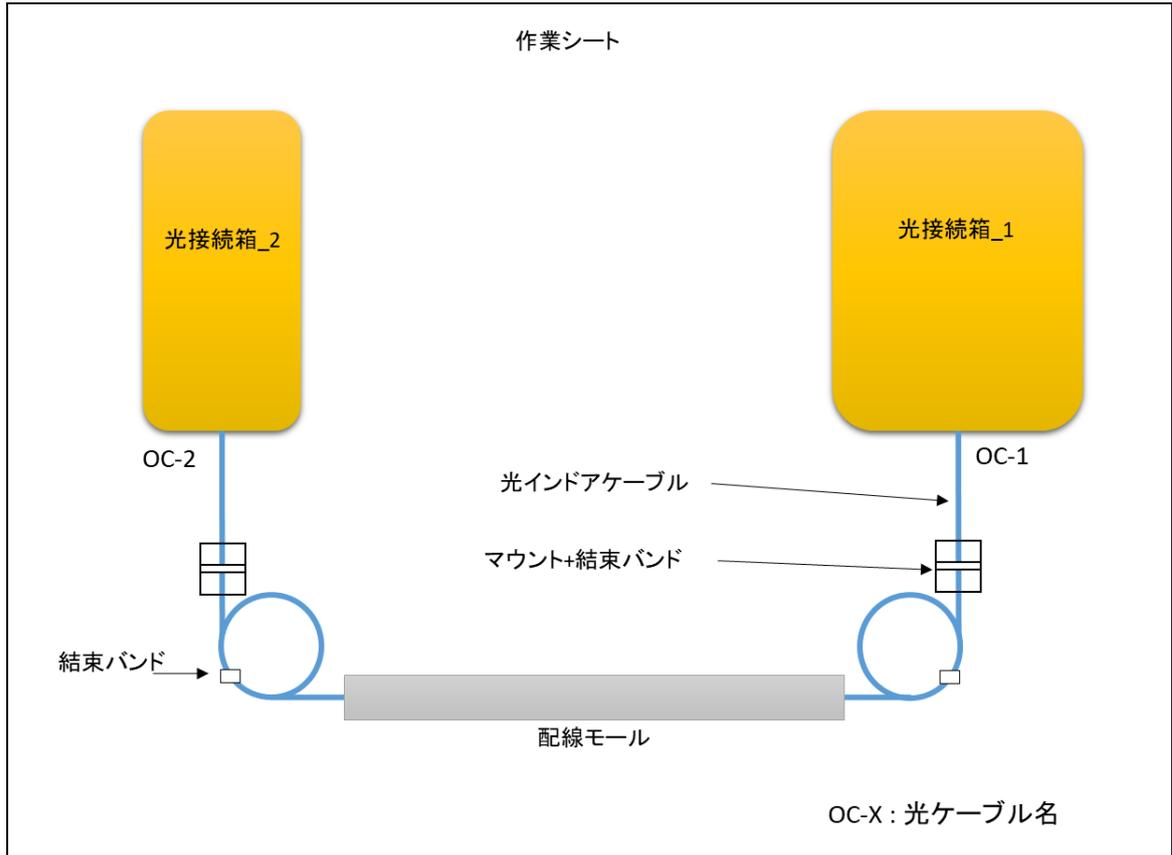

図1 配置図
- ・ 各ケーブルの両端及び光接続箱に識別ラベルを取り付ける。ラベルは、図1に記載のケーブル名及び光接続箱名とする。